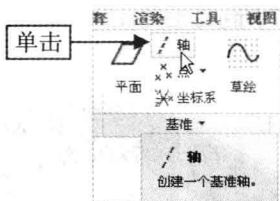

图 4-19 单击“轴”按钮
Step 02 在“功能区”选项板的“模型”选项卡中，单击“基准”面板中的“轴”按钮，如图 4-19 所示。